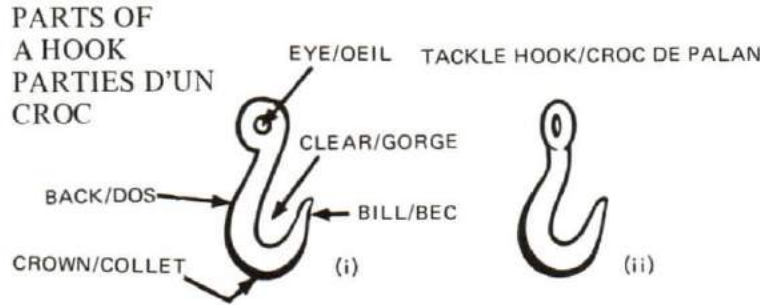

Figure 11-21
2. The common type of hook is called a tackle hook. The eye of this hook may be reversed, that is, at right angles to the plane of the hook, see Figure 11-21(ii). The labelled parts of the hook shown in Figure 11-21(i), are the same for every type of hook.
2. Le genre de croc le plus usité est le croc de palan. L'oeil de ce croc peut être renversé, c'est-à-dire former angle droit avec le plan du croc (voir la figure 11-21 (ii)). Les parties d'un croc, énumérées à la figure 11-21 (i), sont identiques pour tous genres de croc.